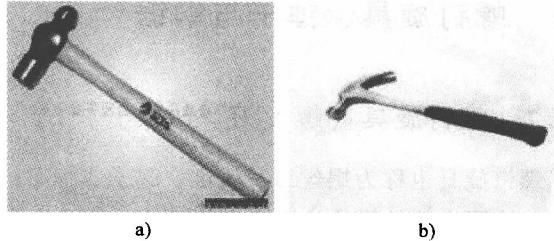

图 1-3 锤子
(1) 铁锤子(圆头锤子、鸭嘴锤子) 锤子又称榔头或手锤，是校直、凿削和装卸零件等操作中必不可少的敲击工具。锤子由锤头和木柄两部分组成。如图 1-3 所示。